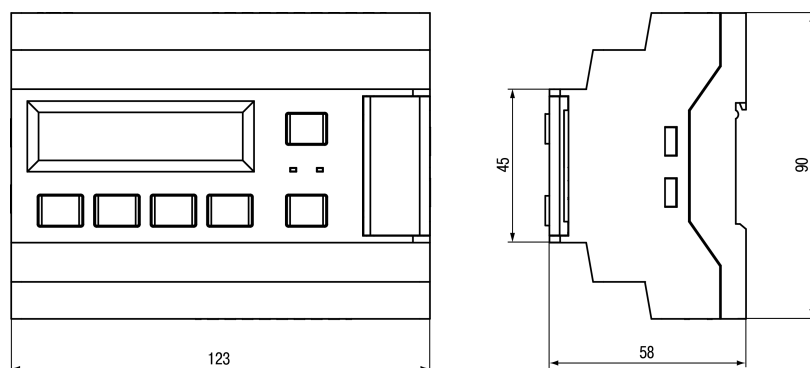

Рисунок 6.1 – Габаритный чертеж прибора
1. Подготовить на DIN-рейке место для установки прибора в соответствии с размерами прибора (см. рисунок 6.1).